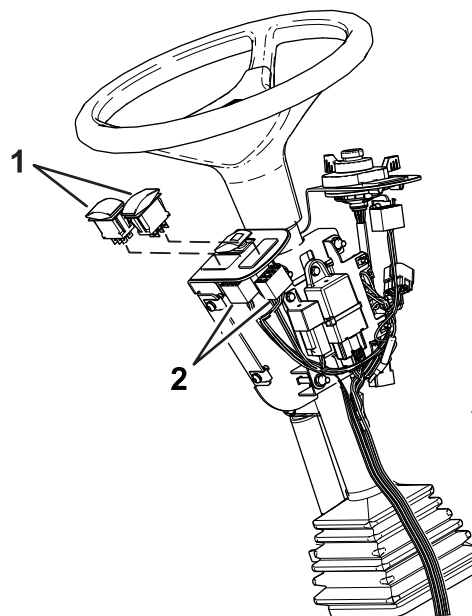

Рисунок 7
6. Подсоедините разъемы переключателей к креплению переключателя на рулевой колонке (Рисунок 7).
7. Подсоедините переключатели к разъемам и креплениям переключателей (Рисунок 7).